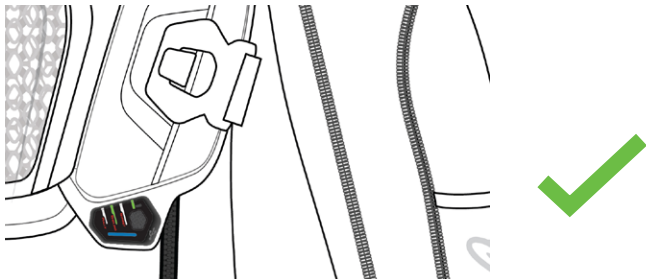

Figura 10: Sistema attivo e correttamente funzionante;
2) Dopo la fase di controllo dei LED, il sistema si attiva automaticamente e il LED di stato (4c) diventa blu fisso (Figura 10). In questa condizione, l'utente può anche controllare la modalità di guida selezionata (controllando il LED della modalità di guida [4d]) e il livello di batteria del sistema (utilizzando il LED della batteria [4e]) (Figura 6).